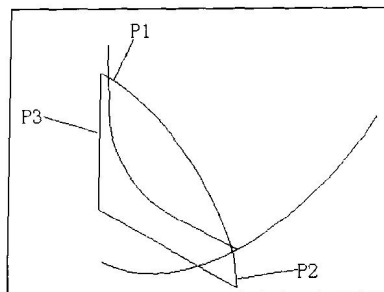

图1-4 旋转曲面截面选择
5. 命令提示行提示选择旋转曲面截面，选择 **Chain** (连接) 命令，选择 **Partial** (部分连接，即只选择连接图素中的某一部分) 命令，选择如图 1-4 所示圆弧 **P1** 和直线 **P2** 处 (选择位置要准确，使箭头方向为顺时针方向，用户可以放大图形以便于选择)。
7. 命令提示行提示选择旋转轴，选择如图 1-4 所示直线 **P3**。